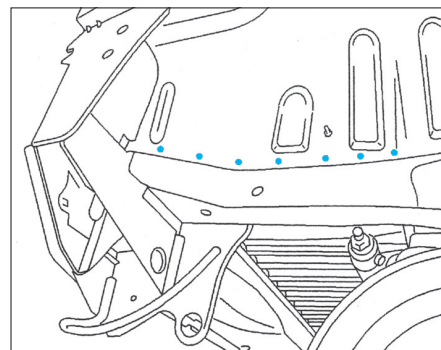

FIG. 134
- Souder par points électriques (Fig.134).